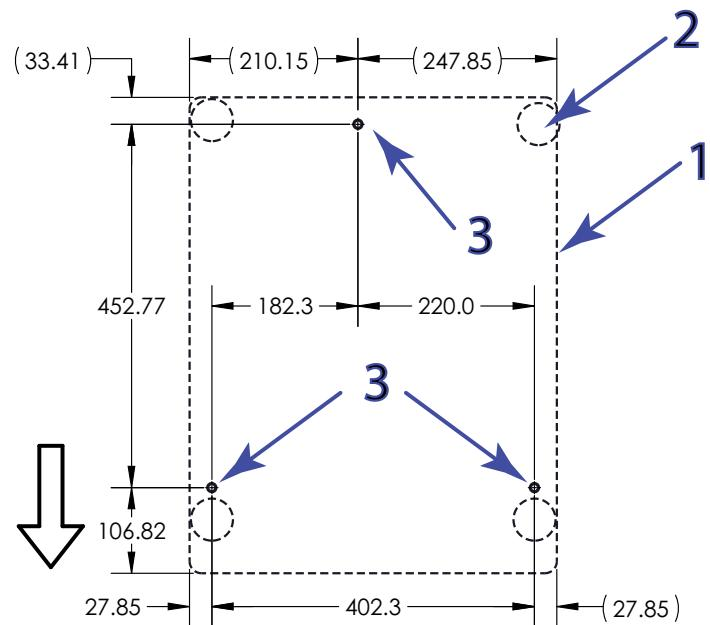

図 12. アンカーポイントの位置 (上から見た図)
説明 図 12
1. フレームベースのアンカーポイントに合わせるには、63 ページの図 12 を参照し、テーブルの適切な位置に穴を開けます。直径 15 mm (0.59 インチ) の穴を推奨します。